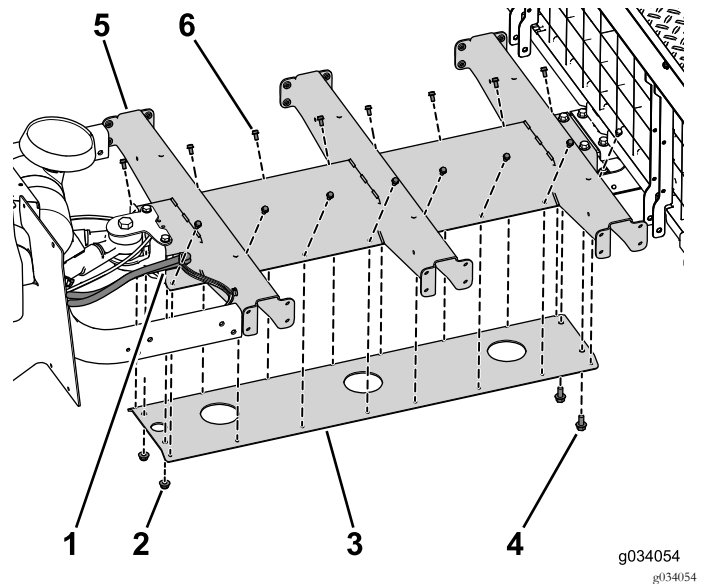

图30
1. 使用 4 个螺栓 5/16 x 3/4 英寸将平台支架松松地安装到中央通道上 图30。